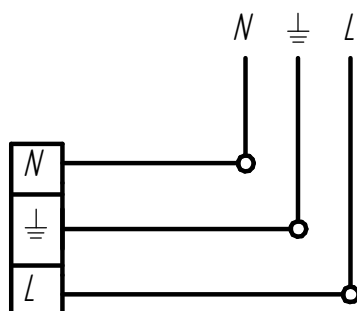

Рисунок 2 - Схема подключения светильника к сети
6.3 Сделать в стеновой нише отверстие необходимого диаметра (см.таблицу 2). Подключить сетевые провода к контактным клеммам в соответствии с указанной полярностью L и N (см.рисунок 2).